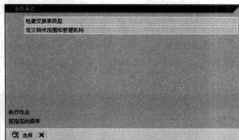

图 6-56 选择“定义税收范围和管理机构”选项
STEP 1 在命令栏输入 SPRO 命令，通过菜单选择“工资核算→工资核算：中国→主数据→个人所得税→定义税收范围”选项，在弹出的“选择活动”对话框中选择“定义税收范围和管理机构”选项，如图 6-56 所示。